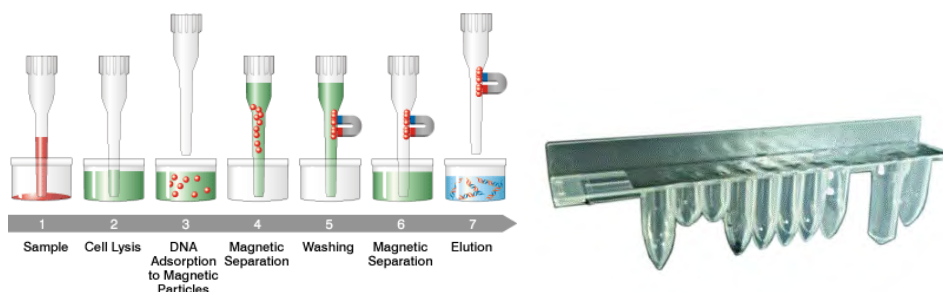

Figura 1.4: Principio di estrazione dell'acido nucleico e cassetta di estrazione ELITE InGenius SP 1000
- Il set di reagenti è stato ottimizzato per l'isolamento di acidi nucleici fino a 1 mL di campione. (Figura 1.4: ELITE InGenius – SP1000 Cartuccia e principio di estrazione).